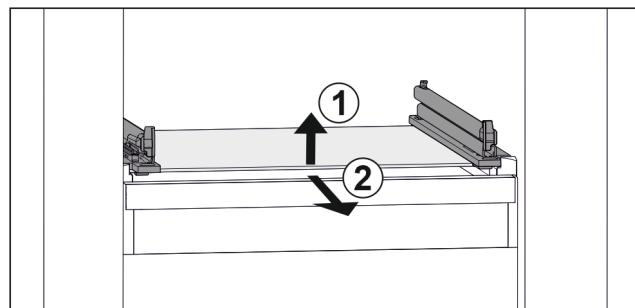

Fig. 26 Приближене відображення скляної пластини
- Підняти скляну пластину спереду. Fig. 26 (1)
- Вийняти скляну пластину рухом вперед. Fig. 26 (2)